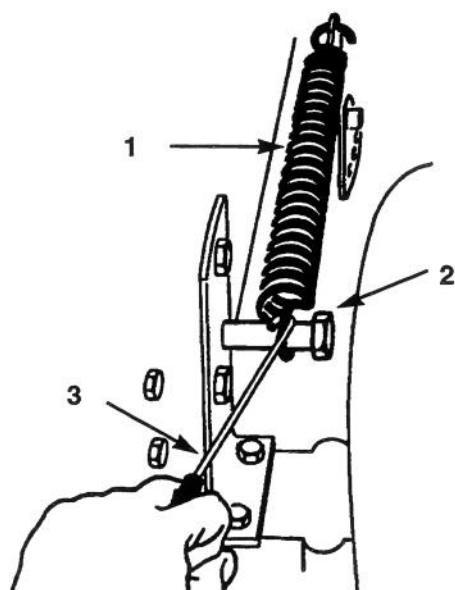

Figure 6
6. Enlever le ressort de relevage entre le support de levage droit de la tondeuse et le boulon de retenue (Fig. 6). Utiliser l'outil à ressort fourni avec la machine.).